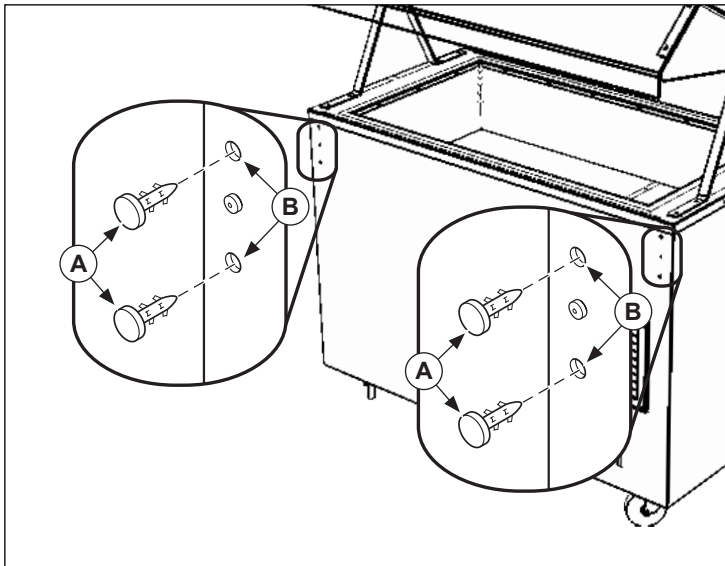

Figura 1. Retiro de tapones
1. Retire los tapones (A) de los orificios (B) en la unidad. Consulte la Figura 1.
2. Instale el tornillo (A), la arandela de seguridad (C) y la arandela plana (D). Consulte la Figura 1. Repita el procedimiento en los demás orificios según sea necesario.